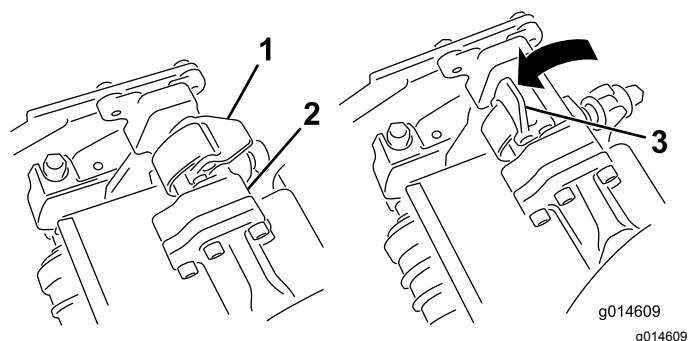
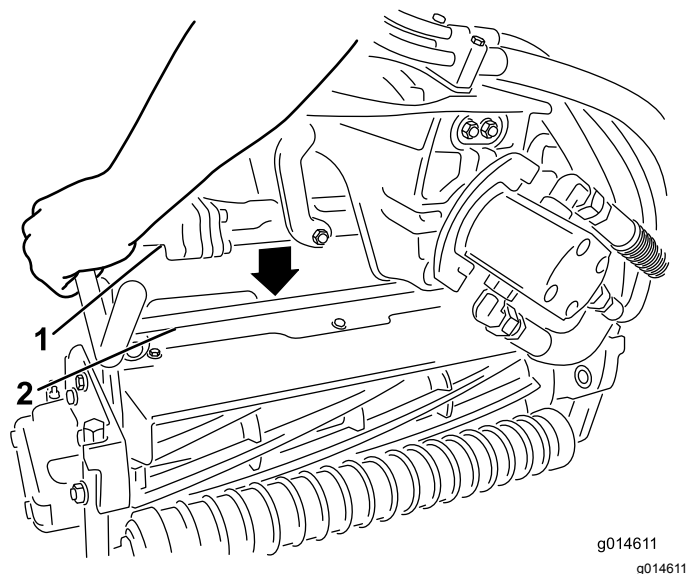

Figura 46
Figura 47
4. Feche os fechos para baixo e em redor da barra da unidade de corte e bloqueie-os no sítio (Figura 46).
3. Com os fechos na barra do braço de suspensão a apontar para cima (i.e. abertos) (Figura 46), empurre o braço de suspensão para baixo de forma a que a barra passe pela barra através da parte superior da unidade de corte (Figura 47).
- Abra os fechos na barra do braço de suspensão da unidade de corte que está a remover (Figura 46).